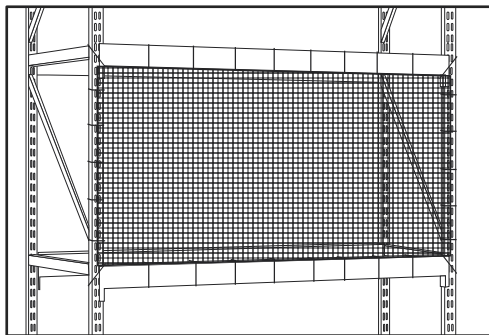

Figure 3
3. Fixez le reste du filet de support à palette avec un attache-câble tous les 30,5 cm (12 po) de chaque côté. (Voir Figure 3)